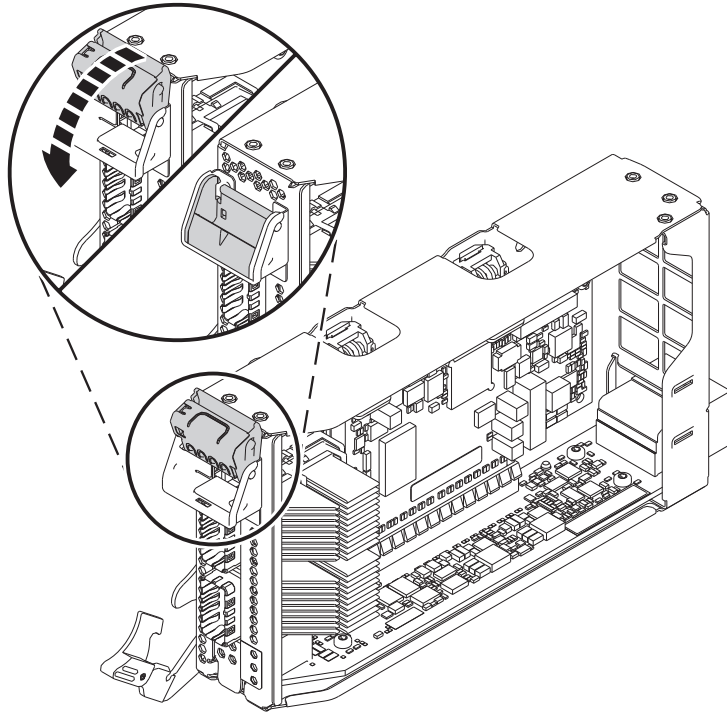

Figure 6. Installation d'une carte extra-plate demi-longueur dans la cassette de cartes PCIe
- c. Pour bloquer la carte, faites tourner le taquet de blocage de contre-poupée comme illustré dans la figure 6, à la page 7.